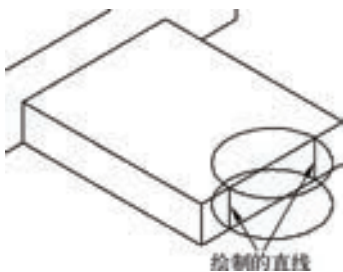

图 8-145 绘制两条直线段
18) 绘制两条直线段。单击“绘图”面板中的“直线”按钮, 绘制图 8-145 所示的两小段直线段。